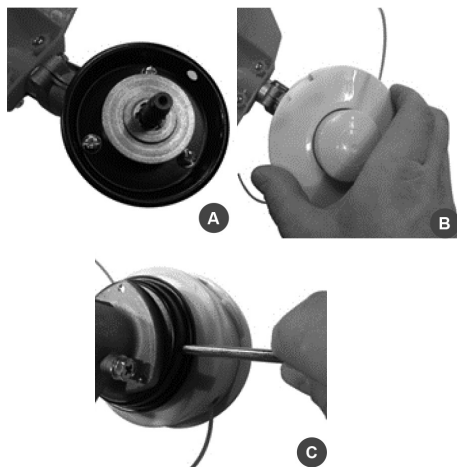

Рис. 6 Установка триммерной головки
7. Установите триммерную головку. Для этого установите на редуктор защитную шайбу редуктора (Рис. 6А). Накрутите на вал редуктора триммерную головку (левая резьба) (Рис. 6В). Совместите отверстие в чашке редуктора и защитной шайбе редуктора. Установите в отверстие металлический стопор и затяните триммерную головку (Рис. 6С).